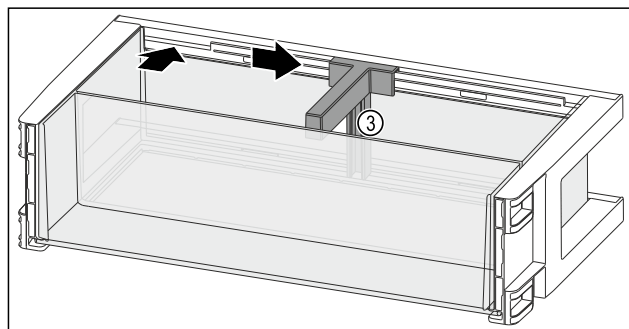

Fig. 123
- Insérer le range-bouteilles Fig. 123 (3) dans l'évidement.
- Pousser le range-bouteilles Fig. 123 (3) sur le côté en position souhaitée.